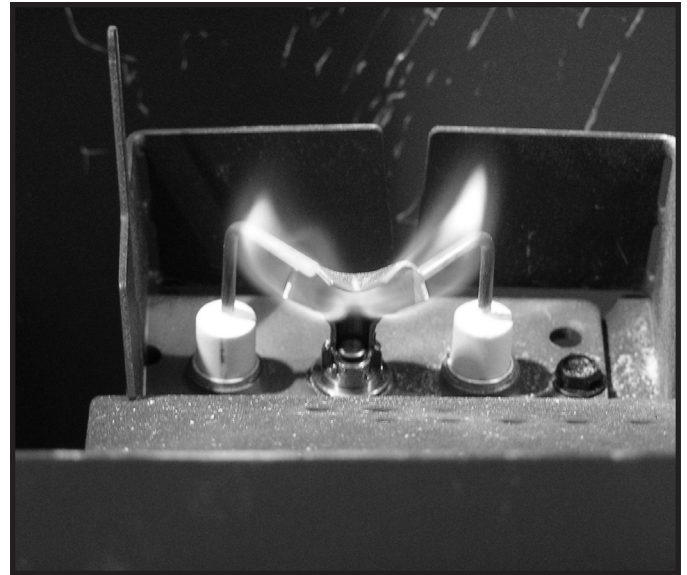

Figure 4.1 Modèles de flamme de la veilleuse IPI
- Inspectez la qualité du comportement de la flamme de la veilleuse. Voir la figure 4.1. pour un modèle de flamme de la veilleuse. Nettoyez ou remplacez la tête d'injecteur à filetage mâle si nécessaire.